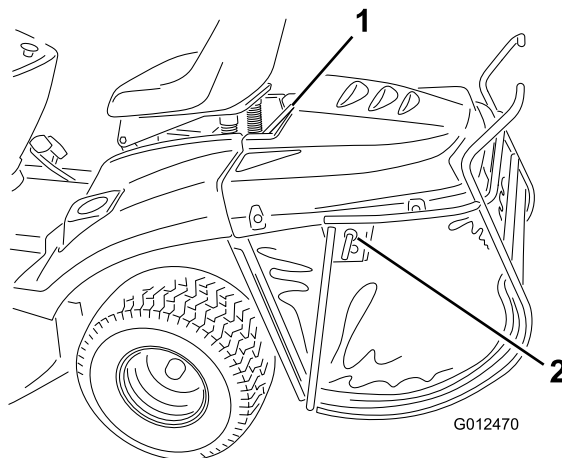

Bild 35
1. Arretieren Sie den Arretierbolzen am Heckfangsystem (Bild 35).
2. Heben Sie das Heckfangsystem mit der oberen Stützleiste an (Bild 35).